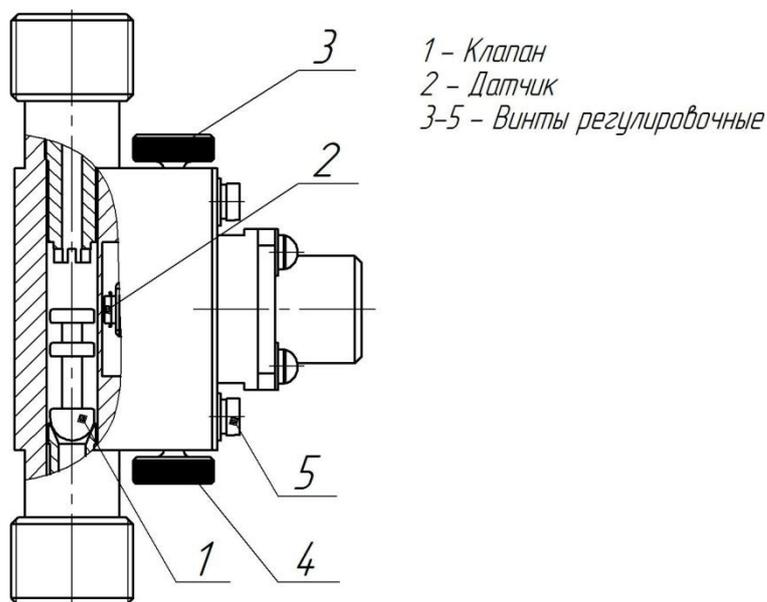

Рисунок 23 – Датчик подачи
3.1.7 Датчик подачи (см. рисунок 23) фиксирует прохождение каждой дозы одоранта и выдает подтверждающий сигнал в БЭУ. В момент впрыскивания одоранта шариковый клапан 1 перемещается в направлении потока. Это перемещение вызывает срабатывание микросхемы магниточувствительного датчика 2 и выдачу импульса прохождения дозы одоранта «ДПО». Если за три и более импульсов, поступающих на электромагнит насоса, от датчика подачи по какой-либо причине (например, в результате выхода из строя клапанов насоса) не поступит подтверждения поступления дозы одоранта, БЭУ формирует аварийный сигнал «Нет подачи».